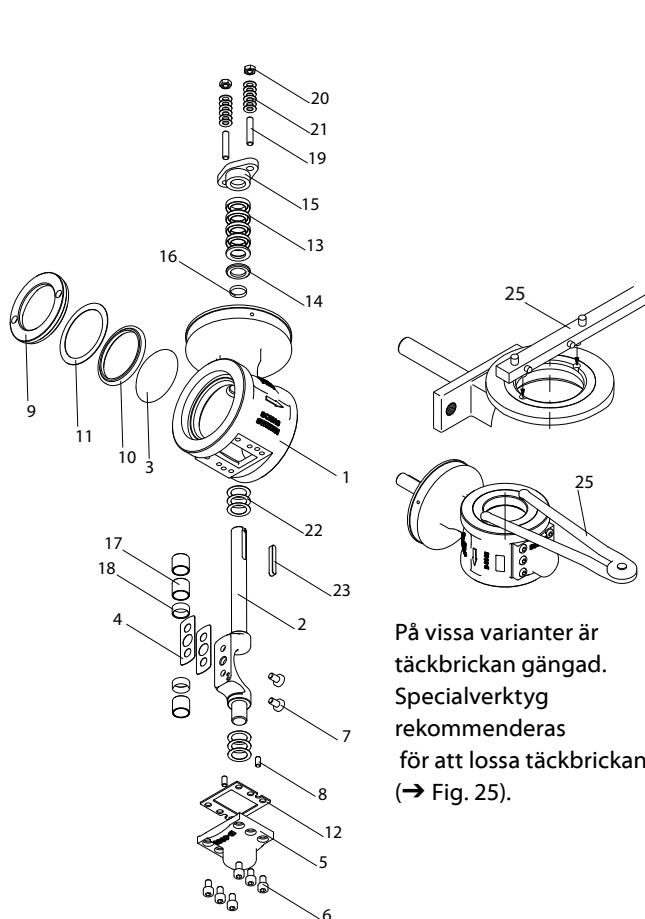
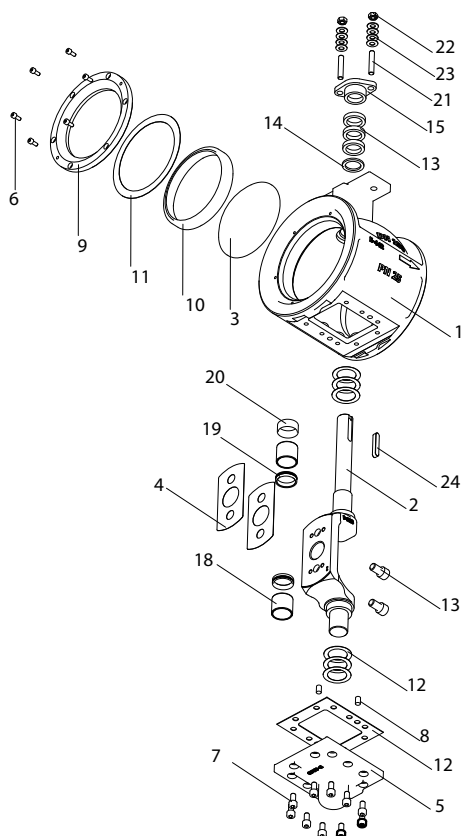

Fig.6-14
Fig.6-16
1. Lossa skruvarna (→ Fig.6-16/6) eller använd ett hakverktyg (→ Fig.6-14/25) och avlägsna täckbrickan (→ Fig. 6-14/9, 6-16/9).
På vissa varianter är täckbrickan gängad. Specialverktyg/hakverktyg rekommenderas för att lossa täckbrickan (→ Fig.6-14/25, 6-15/25).